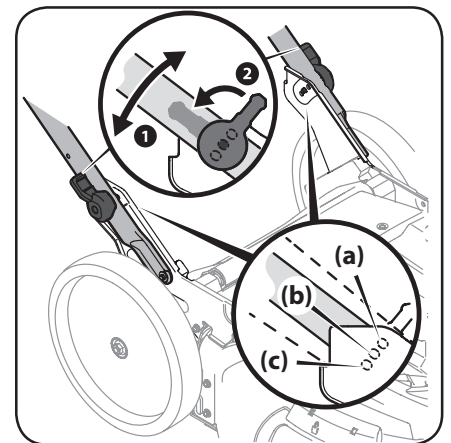

Figura 2-3
9. Ubique la manija en una de las tres posiciones de altura de la manija, alta (a), intermedia (b) o baja (c), ubicada en los soportes de la manija. Vea la Figura 2-3.
10. Gire las palancas de ajuste de la manija hasta que queden paralelas con la manija para liberar los pasadores y bloquearlos en uno de los orificios de altura de las manijas de los soportes de la manija. Consulte el recuadro de la Figura 2-3.